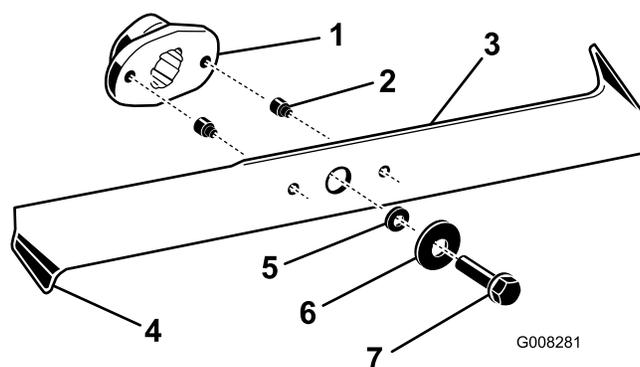

Figura 40
2. Controllate i taglienti (Figura 40). Se i taglienti non sono affilati o presentano intaccature, togliete le lame ed affilatele; vedere Affilatura delle lame \(pagina 34\).
3. Controllate le lame, in particolare i bordi curvi (Figura 40). In caso di usura o
4. Sostituite immediatamente i perni di sicurezza se sono spezzati (Figura 40).
3. Togliete i bulloni, le rondelle e le lame (Figura 40). In sede di rimozione dei bulloni, per bloccare le lame inserite un blocco di legno tra ogni lama e il tosaerba.
1. Montate le lame, le rondelle e i bulloni delle lame (Figura 40).